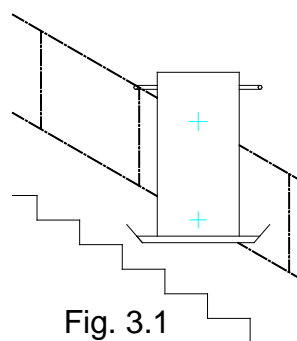
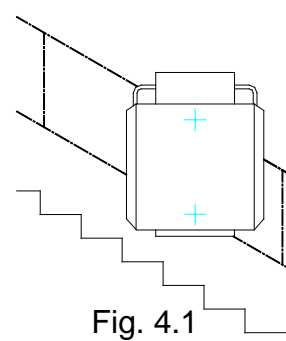

Fig. 3.1
Fig. 4.1
7. Pour une plate-forme automatique, il faut tout d'abord refermer la barrière (Fig. 3.1). La plate-forme peut alors être fermée manuellement (Fig. 4.1) et doit être sécurisée avec la serrure prévue à cet effet.